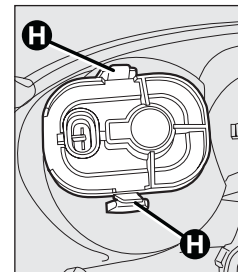

fig. 24
- pour remplacer le feu antibrouillard arrière, décrocher les agrafes **H** - fig. 24, enlever la protection et remplacer l'ampoule à « baïonnette ».